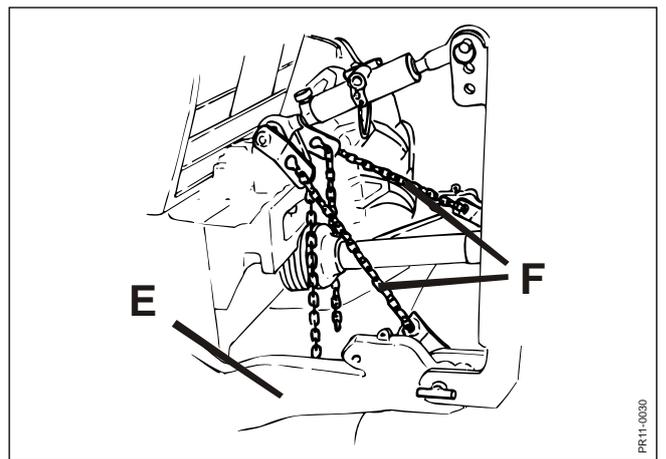

Fig. 4-6
**Fig. 4-6** Vor einem Ölwechsel sollte man die Maschine in dem Frontlift des Schleppers heben und die Position **E** mit den befestigten Halteketten der Unterlenker **F** sichern. Hiernach soll der Schneideinheit frei in der Aufhängung hängen, und Sie können den Messerbalken die korrekte Schrägstellung zur Seite geben, indem Sie in der rechten Seite heben.